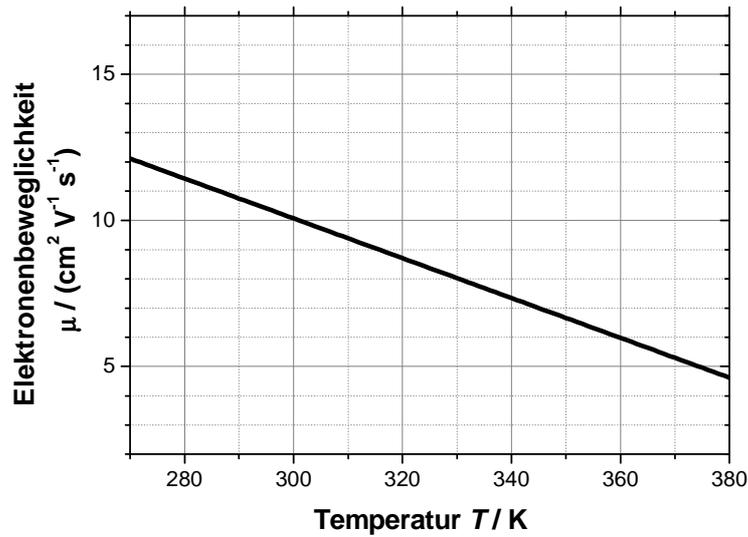

Bild A1-3: Elektronenbeweglichkeit $\mu(T)$ von Ni im Bereich zwischen 270 ... 380 K
g) In Bild A1-3 ist die Elektronenbeweglichkeit μ von Nickel (näherungsweise) skizziert. Bestimmen Sie den technischen Temperaturkoeffizienten α der Elektronenbeweglichkeit bei $T_{Ref} = 27^\circ\text{C}$. Lesen Sie hierfür benötigte Zahlenwerte aus dem Schaubild ab. **(1 Punkt)**